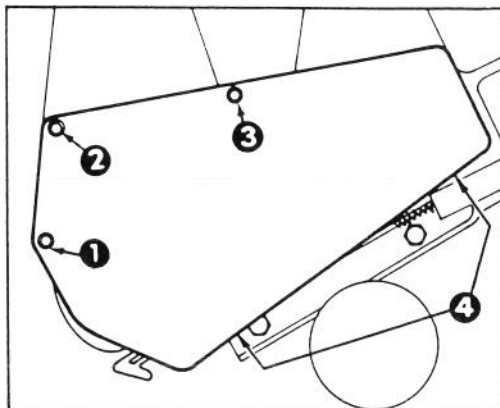

Fig. 13
SOSTITUZIONE DELLA CINGHIA DELLA TRASMISSIONE (Fig. 13 e 14)
2. Togliete (3) viti autofilettanti, (2) viti mordenti, (1) rondella e (2) dadi che fissano il coperchio della cinghia all'intelaiatura dello spazzaneve (Fig. 13).